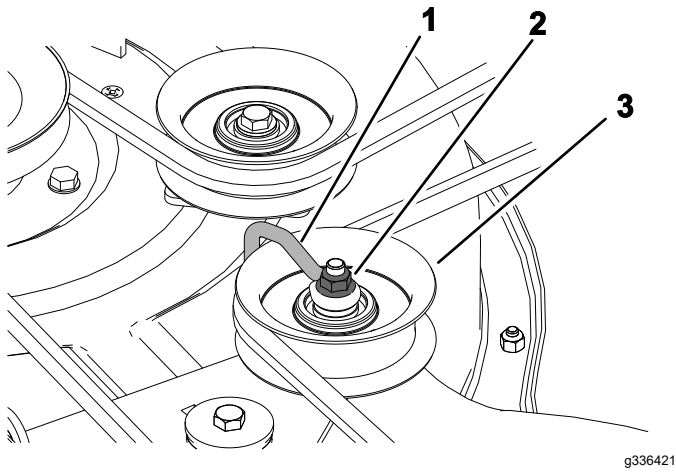

Figura 50
2. Tornillo (3)
- Afloje la tuerca que sujeta el soporte de alambre a la polea tensora (Figura 50).
**Nota:** Coloque el soporte de alambre contra el brazo tensor, como se muestra en la Figura 50.